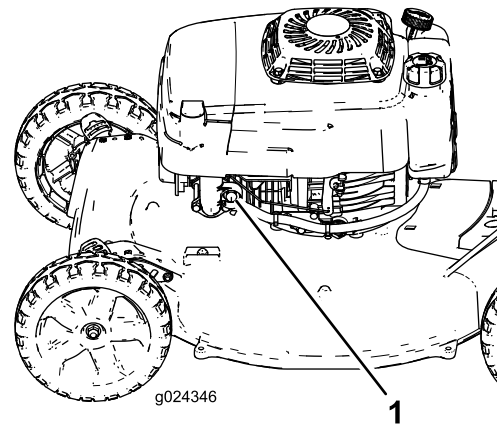

Figure 14
2. Appuyez fermement sur la poire de l'amorceur (Figure 14) pendant 1 seconde.